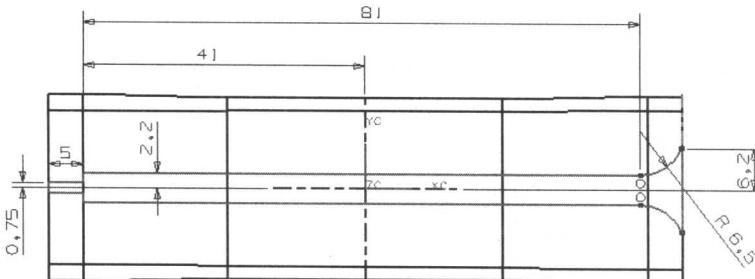

图1-7
5. 在【成形特征】工具条中单击【草图】按钮，弹出【基准平面】悬浮工具条。以默认平面作为草绘平面，然后单击【确定】按钮进入二维草图界面，绘制图 1-7 所示的草图轮廓。